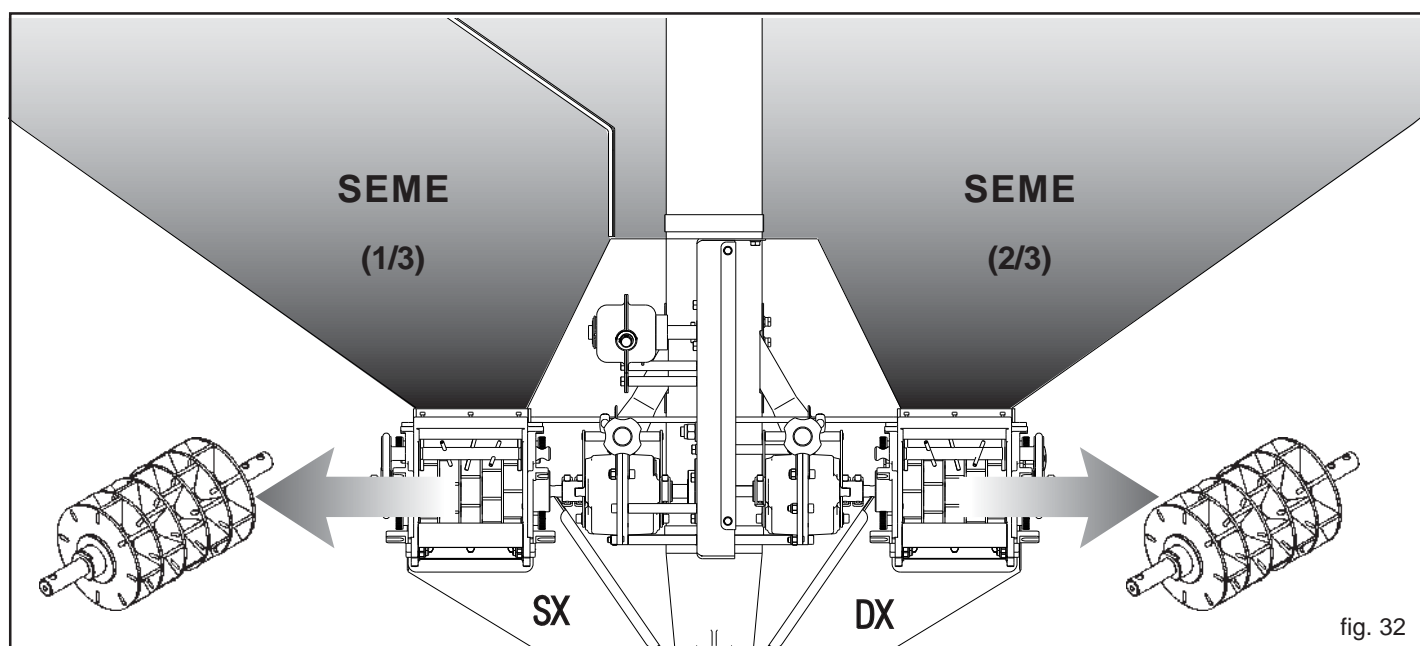

fig. 32
- 2) GRAINE-GRAINE (Fig. 32).
## 3.4.4.2 GRAINE-GRAINE (Fig. 32)